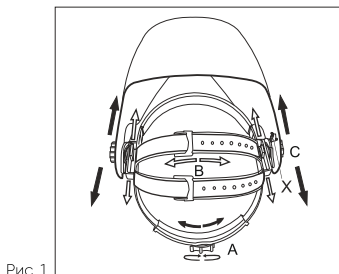

Рис. 1
1. Длину окружности оголовья можно увеличить или уменьшить, вращая ручку с нажатием на затылочной части оголовья, (см. «А» на рис.1). Данная процедура выполняется при надетой сварочной маске и позволяет получить натяжение, необходимое для надежной фиксации сварочной маски на голове.
2. Если наголовник сидит на голове слишком высоко или слишком низко, отрегулируйте ремень, который проходит через макушку. Для этого ослабьте конец ремня, выдавив стопорный штифт из отверстия на ремне. Переместите две части ремня относительно друг друга на требуемую длину и вставьте стопорный штифт обратно (см. «В» на рис.1).
1. Ослабьте гайки-фиксаторы (см. «С» на рис. 1) и двигайте маску к или от вашего лица. Убедитесь, что расстояние между обоими глазами и светофильтром одинаковое, чтобы избежать неравномерного затемнения светофильтра.